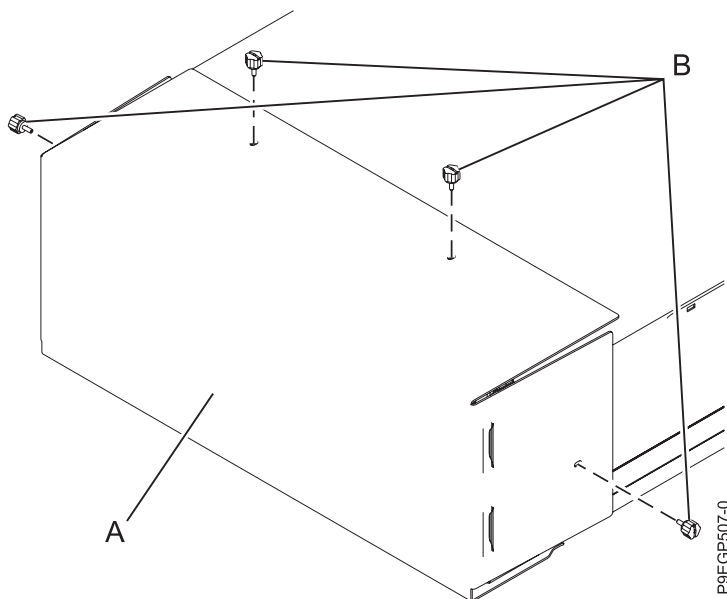

Abbildung 7. Transportabdeckung ausbauen
2. Entfernen Sie die vier Rändelschrauben **(B)**, mit denen die Transportabdeckung **(A)** an der Rückseite des Einschubs befestigt ist (siehe Abb. 7). Bauen Sie die Transportabdeckung aus.